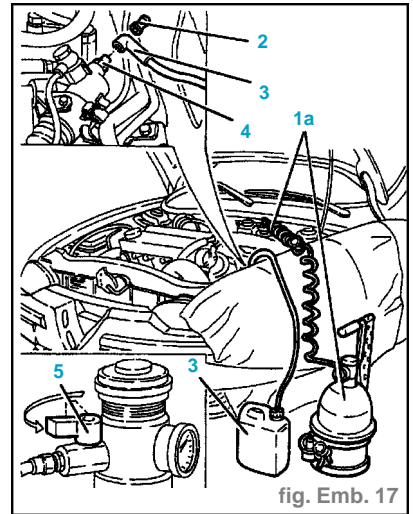

fig. Emb. 17
- Brancher l'équipement (1a) au réservoir liquide de freins-embrayage (fig. Emb. 17).